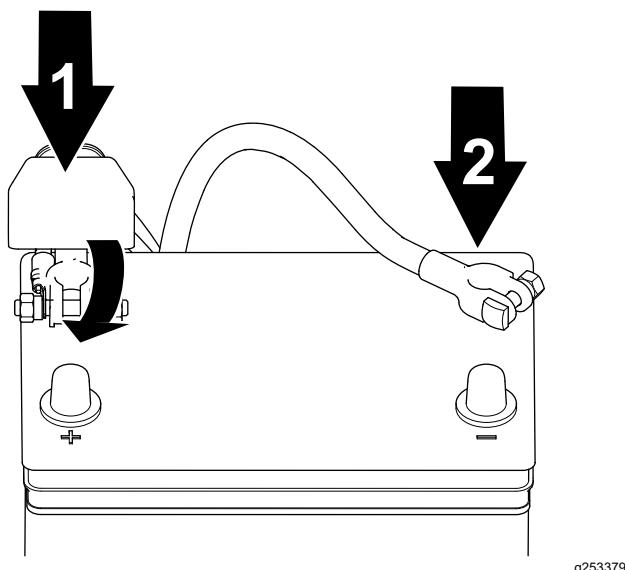

Figura 35
1. Collegate il cavo positivo alla batteria e serrate il dado della fascetta della batteria (Figura 35).
2. Collegate il cavo negativo alla batteria e serrate il dado della fascetta della batteria (Figura 35).